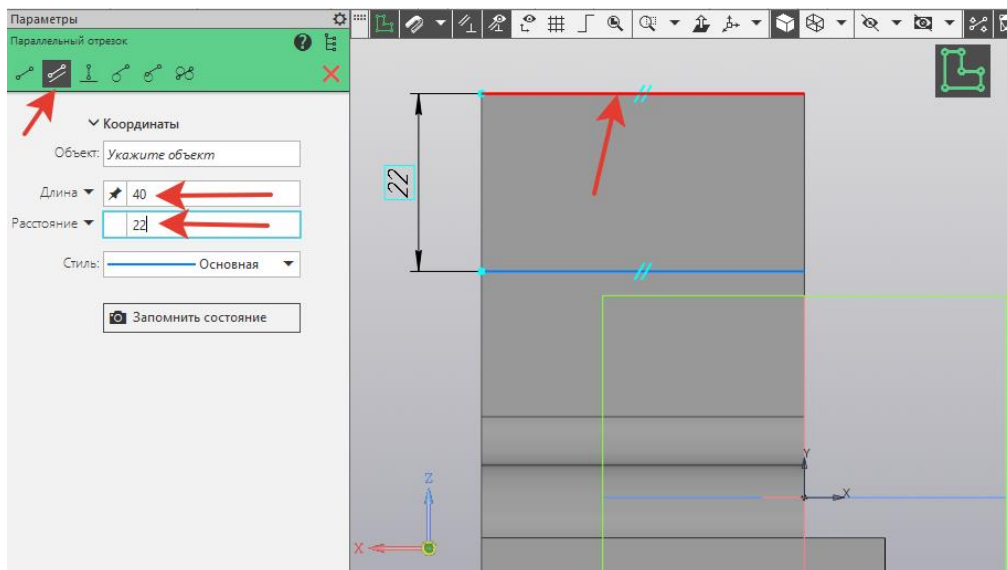

Рисунок 44.
9. На инструментальной панели выбрать **Геометрия** –  **Отрезок** –  **Параллельный отрезок**. В панели **Параметры** задать **Длина** – 40, **Расстояние** – 22, указать верхнюю грань детали, закрепить прямую (рисунок 44).